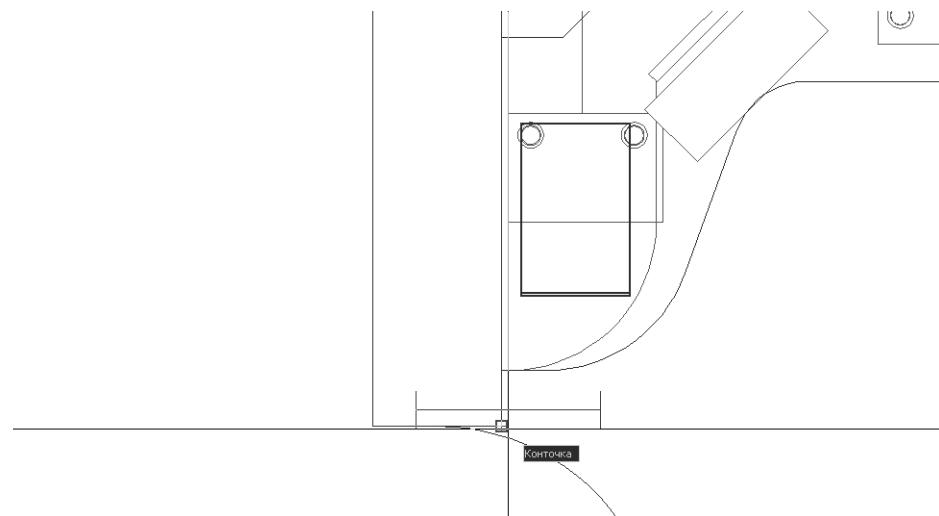

Рис. 7.29 ▼ Выбор точки, координату X которой мы отфильтровываем с помощью координатного фильтра
5. Выберите точку, которая находится в правом нижнем углу контура стены, как показано на рис. 7.29. (Можно выбрать и любую другую точку на этой вертикальной линии стены детской, но в данном случае выбор обусловлен тем, что мы точно знаем расстояние от выбранной точки до нужной нам точки по вертикали.)